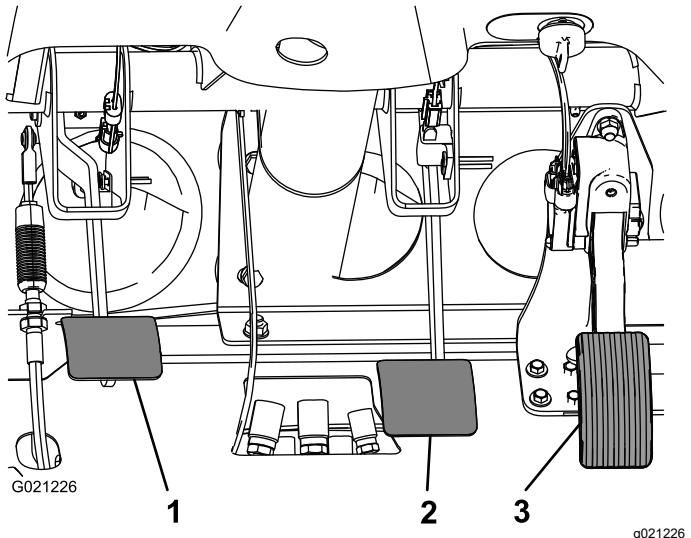

図 66
2. ブレーキペダル図 66を持ち上げてフレームに接触させる。
3. ヨークをマスターシリンダのシャフトに固定しているジャムナットをゆるめる図 66。